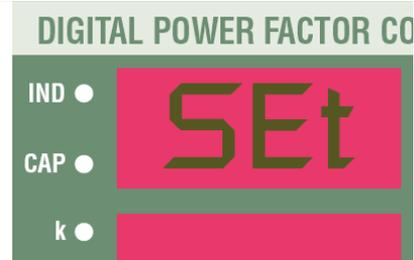

Рис. 2
– На дисплее появится символ SET, подтверждающий доступ к параметрам основного меню (рис.2).